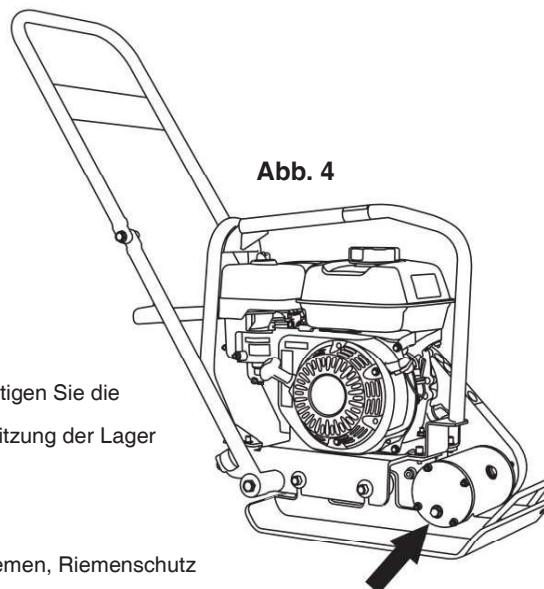

Abb. 4
5.4 Erregerschmierung (Abb. 4)